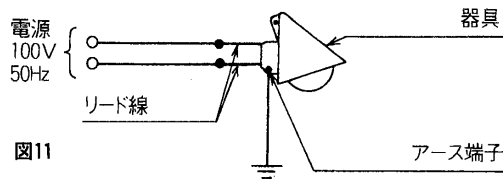
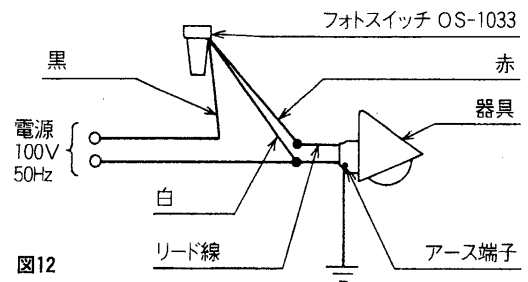

図11
図12
1. 器具のリード線に電源線を結線し、アース端子にアース線を結線してください。(図11) [フオトスイッチOS-1033(別売)使用の場合は図12の通りに結線してください。]
2. HB-0753H(S) HB-1053H(S) HB-1153H(S)の場合